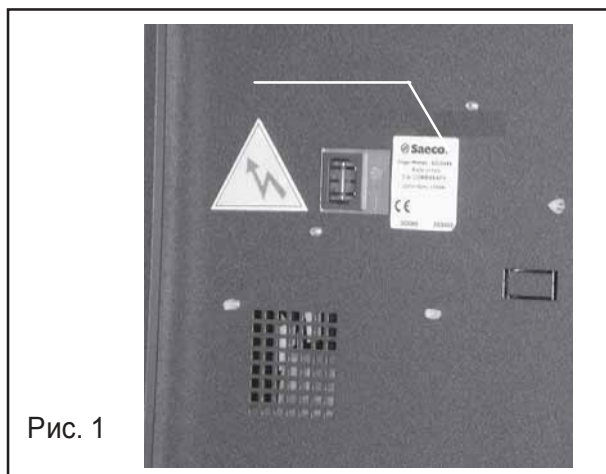

Рис. 1
- данные на Информационной таблице (рис. 1);
Смотрите информационную плату (рис. 1)